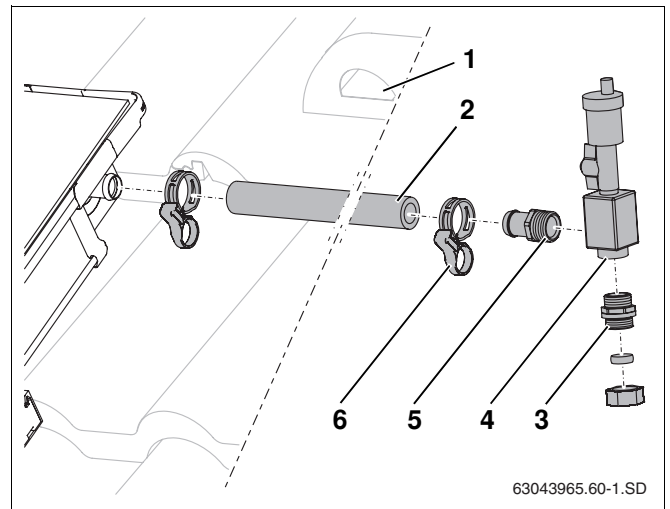

Fig. 56 Montage du tube solaire au raccordement de départ
- ▶ Glisser le tube solaire long (1000 mm, fig. 56, **pos. 2**) sur le raccordement de départ du champ de capteurs et fixer avec la bride du compensateur.
- ▶ Faire passer le tube solaire avec le câble de sonde par la tuile de ventilation (fig. 56, **pos. 1**) et l'isolation du toit.
- ▶ Visser à fond l'embout de tuyauterie R $\frac{3}{4}$ avec joint torique (fig. 56, **pos. 5**) et l'embout double avec joint torique (fig. 56, **pos. 3**) dans le pot de purge (fig. 56, **pos. 4**).
- ▶ Insérer l'embout de tuyauterie jusqu'à la butée sur le tube solaire et fixer avec la bride du compensateur (fig. 56, **pos. 6**).
- ▶ Raccorder le tube collecteur au raccord-union par anneau de serrage (fig. 56, **pos. 3**).